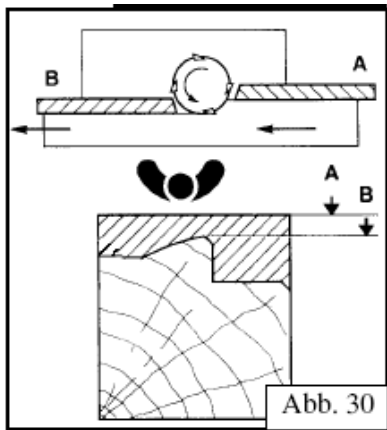

Abb. 30
- ↓ Lors du profilage de toute la pièce le guide de support "B" est mis dans le même plan que la tête de coupe (Fig. 30).